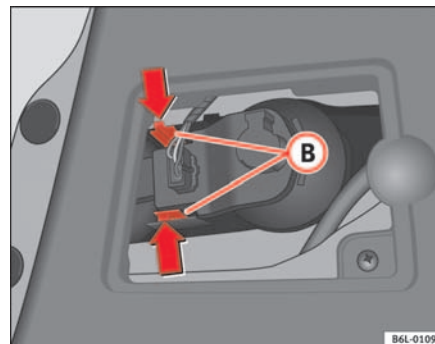

Fig. 154 Luz trasera en el capó
- Presione las lengüetas **(B)** ⇒ página 230, fig. 154 del portalámparas y extraiga este último.